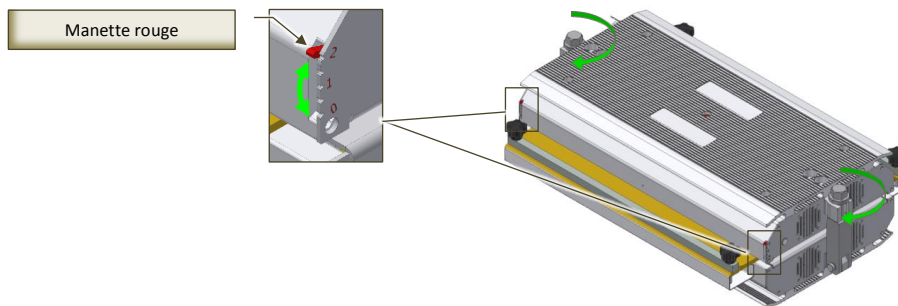

Fig. 8.4-7 - Application de la pression nécessaire sur le produit à réparer
- Serrer alternativement les écrous de blocage (Fig. 8.4-7) à l'aide de la clé à cliquet fournie, jusqu'à atteindre la pression nécessaire pour réparer le produit. La pression appliquée au produit est indiquée par la position des manettes de couleur rouge. Pour trouver la pression optimale pour la réparation du produit, reportez-vous à la fiche technique du produit lui-même.